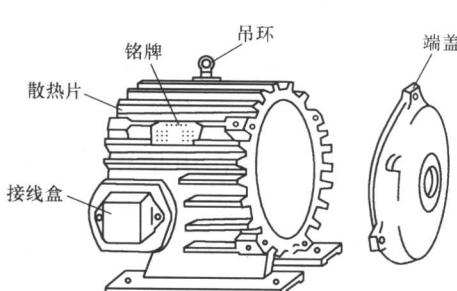

图 1-8 电动机的机壳
(1) 机壳。机壳的主要作用是固定和支撑定子铁心。中小型异步电动机一般都采用铸铁机壳，也有的用钢板卷焊而成。由于冷却方式不同，电动机机壳形式也不一样。鼠笼式异步电动机的定子铁心紧贴在机壳内壁上，热量通过定子铁心传导给机壳，再由机壳表面扩散到空气中。因此，封闭式电动机机壳表面有散热片，以扩大散热面积，如图 1-8 所示。